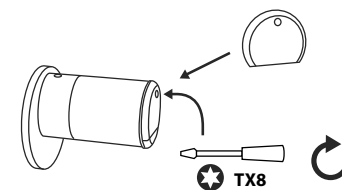

Fig. 3
- 3 Coloque dos baterías nuevas. Al hacerlo, asegúrese de respetar la polaridad correcta según la ilustración (Fig. 3).